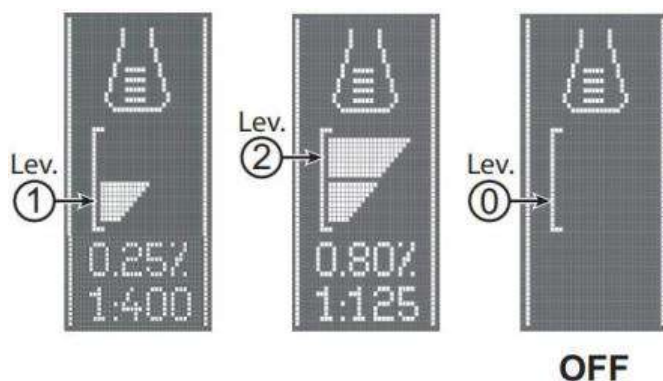

Figure 6
Le système pour le mélange du détergent à l'eau de lavage est automatiquement activé lorsque la brosse est en fonctionnement. Le pourcentage de détergent ajouté à l'eau de lavage est réglé au niveau 1 (Fig. 6). Appuyer sur l'interrupteur (58) pour augmenter le pourcentage au niveau 2, ou le réinitialiser au niveau 0. Les pourcentages réglés sont affichés sur l'écran (60-H).